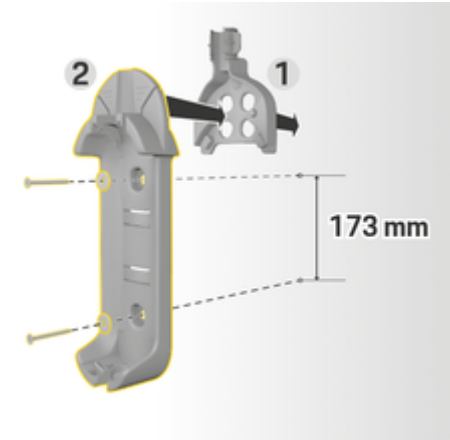

Fig. 3: Cotes de perçage
3. Pressez l'installation murale de base **2** (Fig. 3) dans le guide-câble **1** (Fig. 3) depuis l'avant.